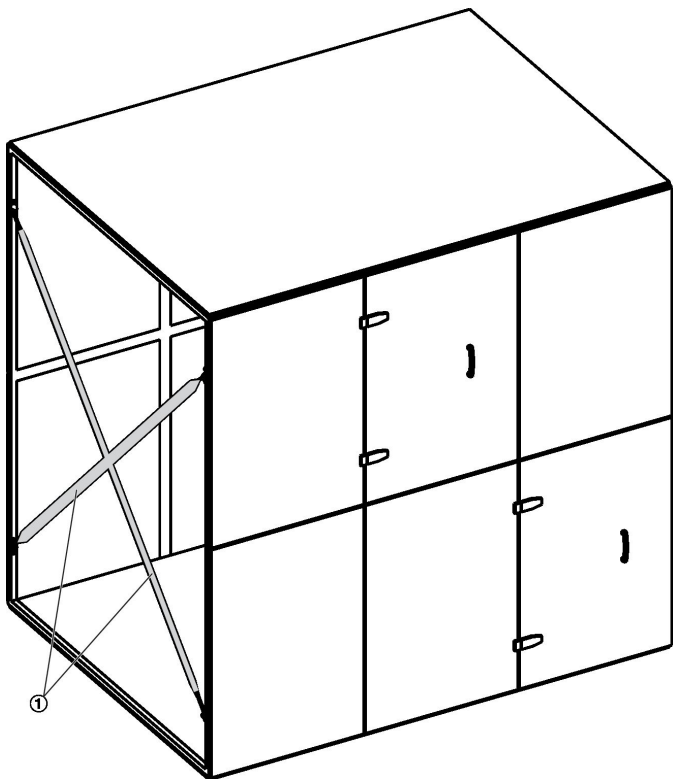

Abb. 7: Verstrebungen mit Bändern
- 1 Die Transportverstrebungen (Abb. 7 /1) abschneiden und komplett entfernen.